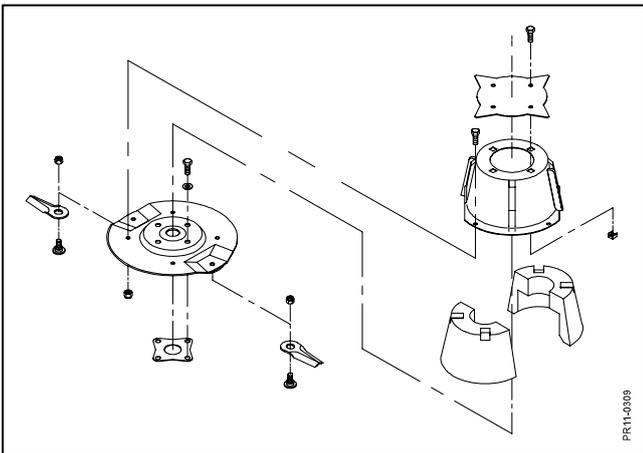

Fig. 5-6
- Fig. 5-6** Die zwei großen Flow-Verstärker an den äußeren Scheiben sind mit Kunststoff ausgefüllt, um Unwucht zu vermeiden. Es ist wichtig, daß die Kunststofffüllung unbeschädigt bleibt, damit die Flow-Verstärker nicht mit Erde, Staub und Unreinheiten, die Unwucht verursachen können, aufgefüllt werden.